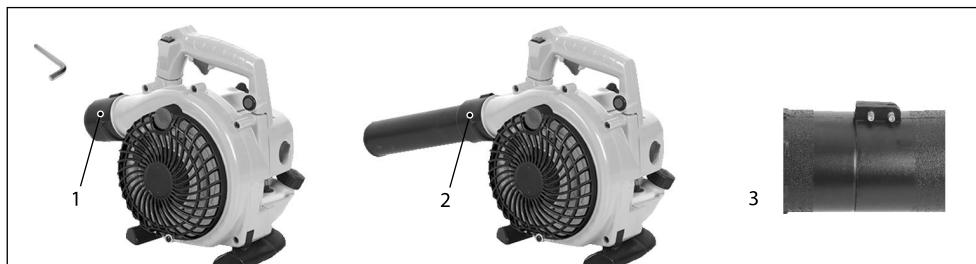

Рис. 1
- За допомогою наданого шестигранного ключа відкрутіть 2 болти на головці блоку живлення (1).
- Вставте верхню трубу повітродувки (2) у силову головку до упору, а потім зафіксуйте 2 шестигранних болта для закріплення.
- Вставте нижню трубу повітродувки (3) у верхню трубу повітродувки та закріпіть 2 шестигранними болтами, що містяться в наборі. (Рис. 1)